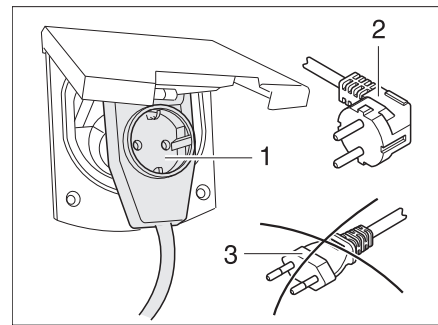

Fig. 179 Raccordement à un adaptateur coudé avec prise de courant
▶ En cas d'utilisation d'une prise CEE 17 coudée avec prise de courant en face arrière (Fig. 179,1), utiliser uniquement une fiche caoutchoutée et scellée IP 44 avec contact de mise à la terre (Fig. 179,2). Ne pas utiliser de fiche sans contact de mise à la terre (Fig. 179,3). Danger d'électrocution !